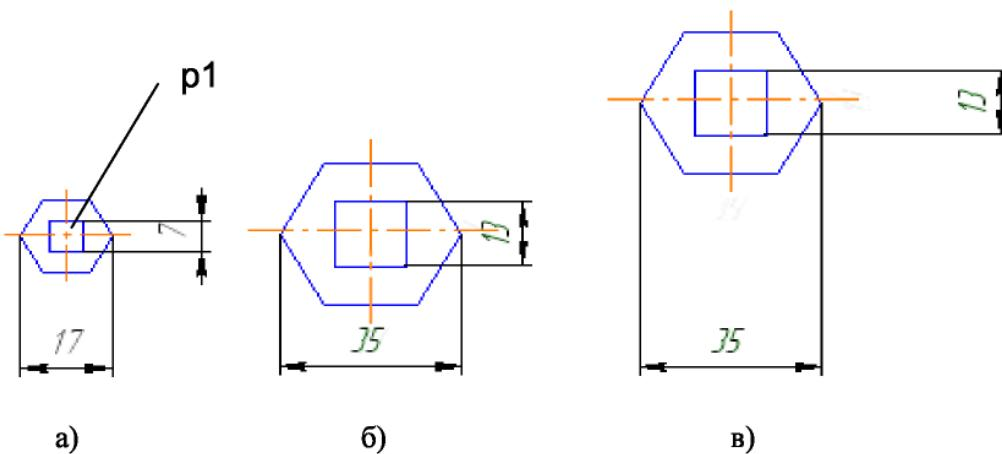

Рисунок 4.7 - Примеры масштабирования объектов
свойств имеются переключатели:  - Не масштабировать и  - Масштабировать. Работа переключателей проиллюстрирована на рис. 4.7а, б, в. На рис. 4.7а показано исходное изображение фрагмента, на рис. 4.7 б - масштабирование при включенном переключателе  и на рис. 4.7 в - масштабирование при включенном переключателе  . Одни и те же выделенные объекты могут быть масштабированы несколько раз за одно обращение к команде.
3) после задания в Панели свойств масштабного коэффициента, необходимо указать точку, относительно которой будет происходить масштабирование. Такая точка на рис. 4.7 а обозначена - точка p1;